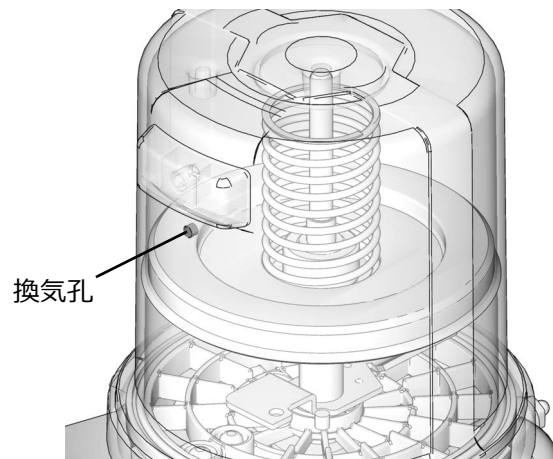

図 26
3. 従動プレートのシールが換気孔 (図 26) に至るまでリザーバーにグリースを充填して、エアの大部分がリザーバーから出るようにします。